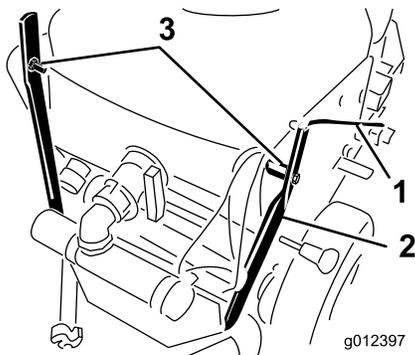

Bild 3
1. Entfernen Sie den Splint, die Scheibe und die Kabelklemme, mit denen die Schaltstange für den Versand befestigt ist (Bild 3). Bewahren Sie den Splint und die Scheibe für die Montage der Schaltstange auf.
2. Entfernen Sie die zwei (2) Schrauben, Distanzstücke und Muttern, mit denen der Griff an der Behälterstütze befestigt ist (Bild 3). Werfen Sie die Schrauben, Distanzstücke und Muttern weg.